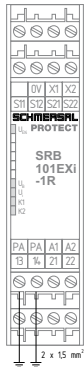

Fig. 2
**Conexión equipotencial: Conexión de los terminales PA (véase fig. 2)**